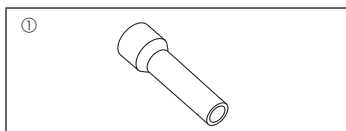

Fig. 1-1
1.6. Tillbehör till utomhusenheten (Fig. 1-1) (ZM200/250, M200/250)